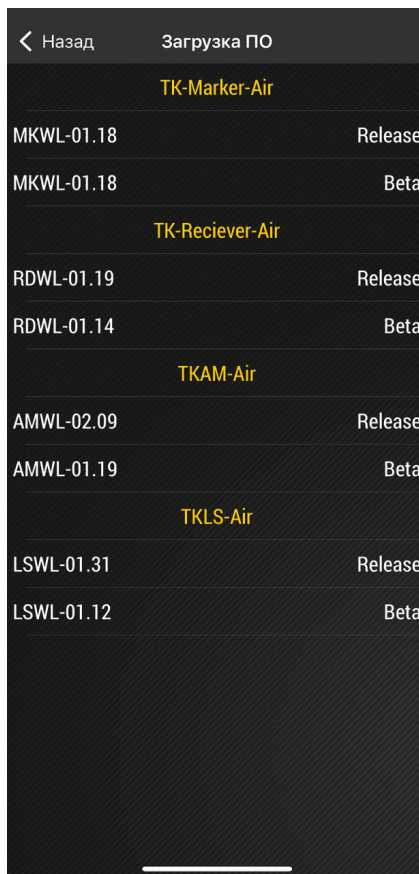

Рис.37. Меню «Загрузка ПО»
3. После этого произойдет загрузка всех доступных прошивок (Рис.37).